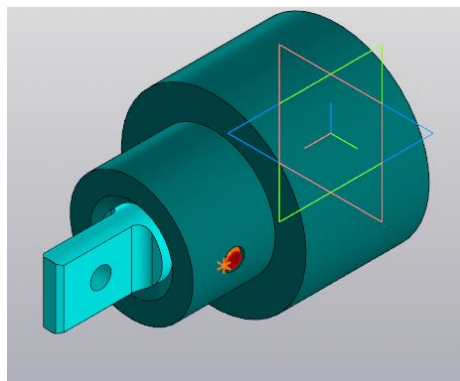

Рисунок 165.
18. Штифт встанет в отверстие корпуса и вала (рисунок 165).
19. В результате получается сборка (рисунок 165).